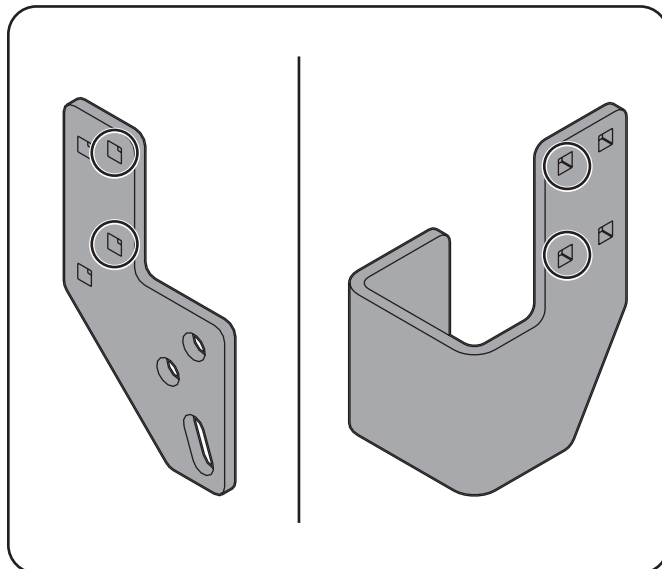

Figure 1-9
1. Consultez la Figure 1-9 ci-dessous pour localiser les orifices de montage appropriés sur les supports de galet de gauche et de droite (n° 6 et n° 7) de votre trousse.